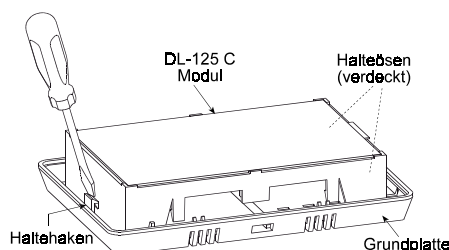

Abb. 3: Trennen des Elektronikmoduls von der Grundplatte
- B. Führen Sie nun den Schraubenzieher zwischen Elektronikmodul und dem Haltehaken. Durch leichtes Drehen des Schraubendrehers kann nun das Elektronikmodul von der Montageplatte gelöst werden (siehe Abb. 3).